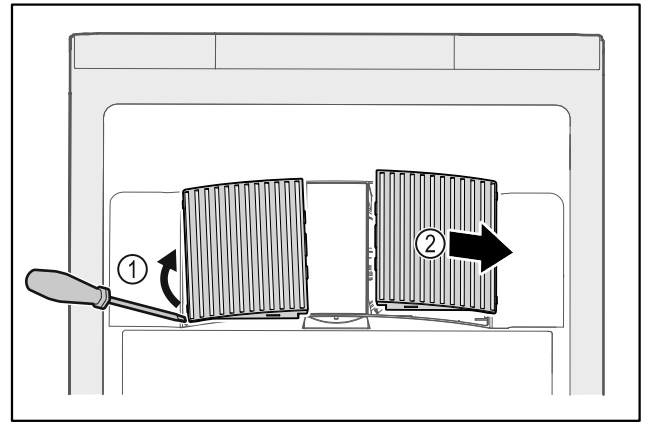

Fig. 179
▶ Óvatosan feszegesse le a ventilátor burkolatait oldalról Fig. 179 (1), és emelje le őket előre felé Fig. 179 (2).